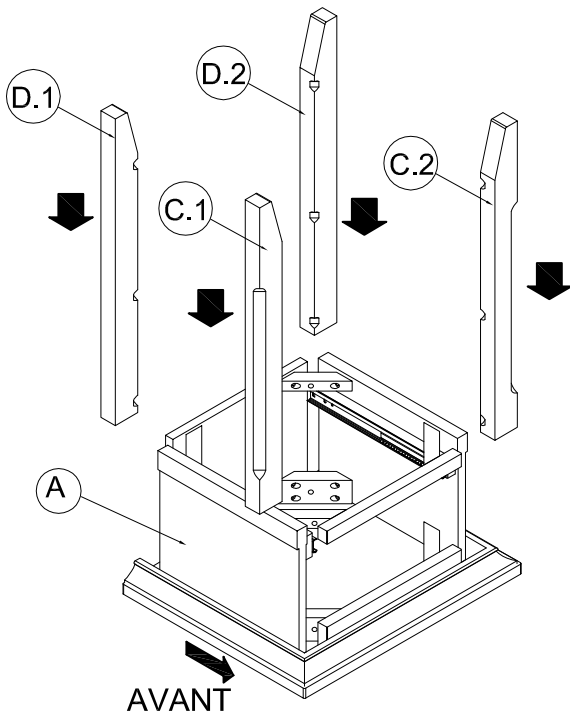

FIG 2.2
- Insérer les 8 (huit) Boulons Allen de 2 1/4" (55 mm) (K) et rondelles de ressort (W) d'abord dans les trous des bloc d'angle, et ensuite dans les écrous rapportés des jambes, comme indiqué sur la figure 2.2 & 2.3. Serrer tous boulons à l'aide de la clé allen (N).